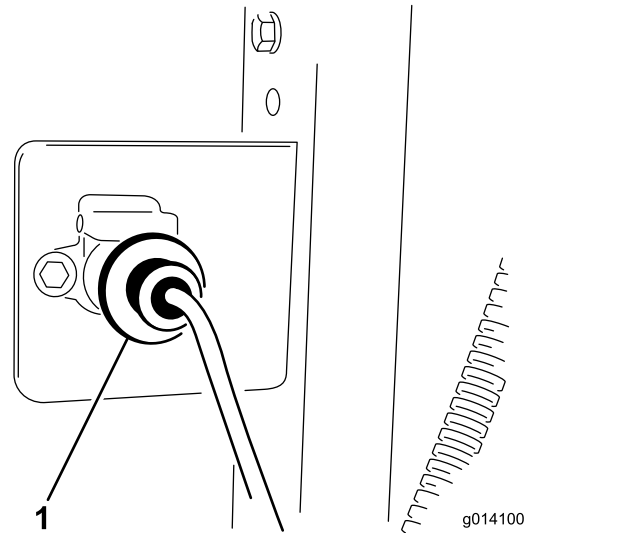

Bild 10
3. Befestigen Sie den Kabelbaumanschluss mit zwei Schrauben (1/4" x 1") und Muttern an der Halterung (Bild 10).
5. Schließen Sie den Kabelbaum des Basisgeräts am Kabelbaum der Zugmaschine an (Bild 10). Der Anschluss befindet sich im Hydraulikschlauch, der an der Zugmaschine angeschlossen ist.